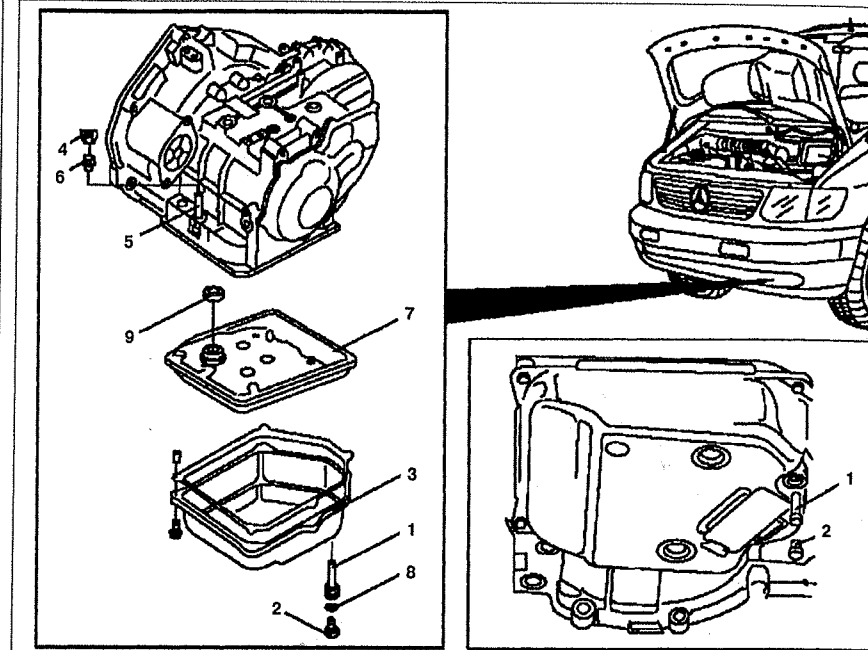

Рис. 6.54. Замена трансмиссионной жидкости и масляного фильтра АКПП:
2. Протрите поверхность вокруг пробки 6 и выкрутите ее из поддона 3 (см.рис.6.54). Замените уплотнительное кольцо 8.